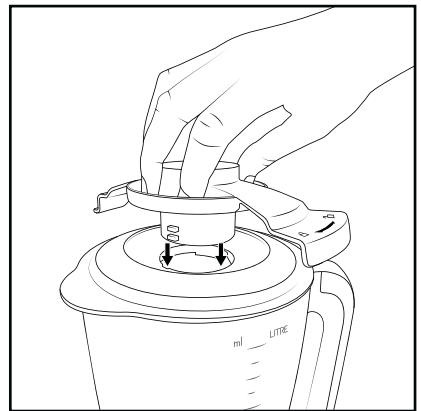

Fig. 2
- Positionnez le verrouillage du couvercle 14 de manière à ce que les crans d'arrêt du verrouillage du couvercle 14 glissent dans les évidements sur le couvercle du mixeur 15. La languette large portant les symboles de cadenas (🔒 🔓) doit pointer sur l'échelle européenne (ml/litre) (fig. 2).